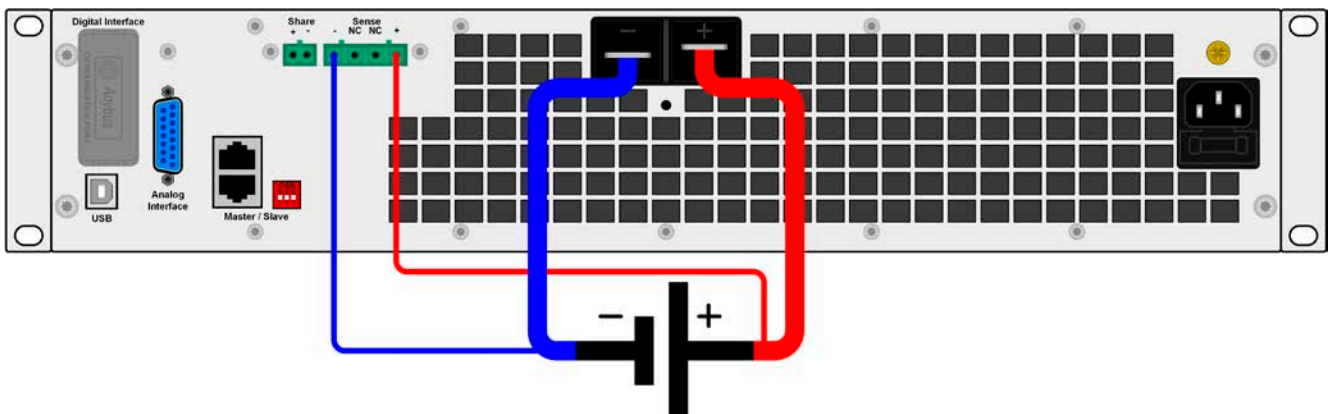

Bild 7 - Prinzip der Fernföhlungsverdrahtung
- Die Fernföhlung ist nur im Konstantspannungsbetrieb (CV) wirksam und der Fernföhlungsanschluß sollte möglichst nur solange angeschlossen bleiben, wie CV benutzt wird, weil die Schwingneigung des Systems durch Verbinden der Fernföhlung generell erhöht wird.
- (+) Sense darf nur am (+) der Quelle und (-) Sense nur am (-) der Quelle angeschlossen werden. Ansonsten könnte die elektronische Last beschädigt werden. Siehe auch Bild 7.